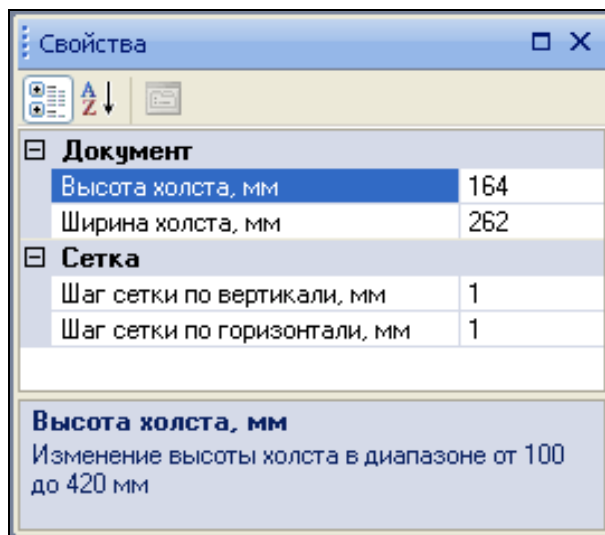

Рисунок 3.7 – Закладка «Свойства» с параметрами по умолчанию
4) для удобства размещения всех компонентов проекта пользователь может изменять размеры холста (рабочего поля проекта) и шаг сетки (по вертикали и горизонтали). Для этого необходимые цифры указываются на закладке «Свойства», рисунок 3.7;